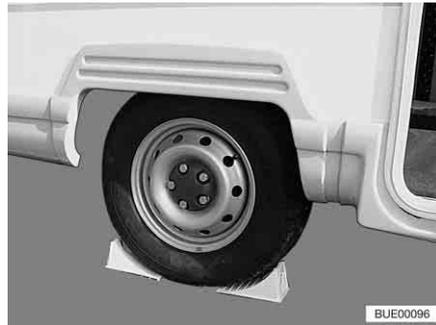

Bild 295 Fahrzeug sichern
- Unterlegkeile oder ähnliche geeignete Gegenstände am gegenüberliegenden Rad unterlegen, um das Fahrzeug zu sichern (Bild 295).